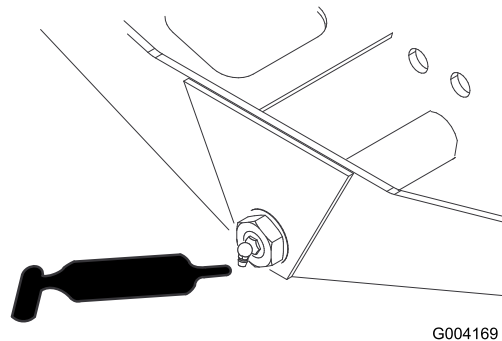

Figure 55
- Pivot de direction d'essieu (1) (Figure 55)